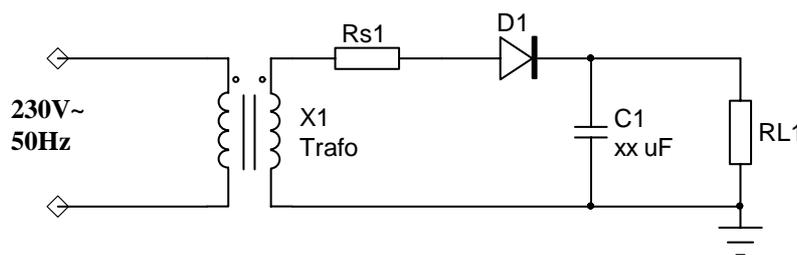

Abb. 01: Einweg-Gleichrichter
3.1 Für eine Einweggleichrichterschaltung ist die Schaltung gem. Abb. 01 im "SpiceNet" Fenster zu erstellen und für folgende Parameter die Schaltung zu simulieren: $R_{S1} = 1\Omega$, $D_1 = 1N4001$